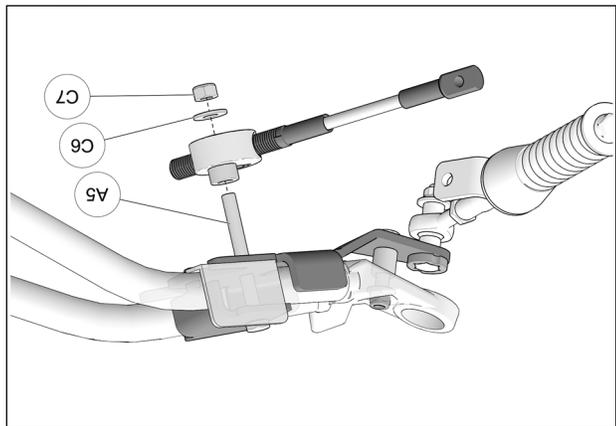

Fig. 23
14. Positionner le disque en aluminium du limiteur de conduite au boulon (A5). Utiliser la rondelle (C6) et l'écrou (C7) pour fixer le limiteur de conduite en place. Serrer l'écrou à un couple de 50 N•m [37 lb•pi]. Fig. 23